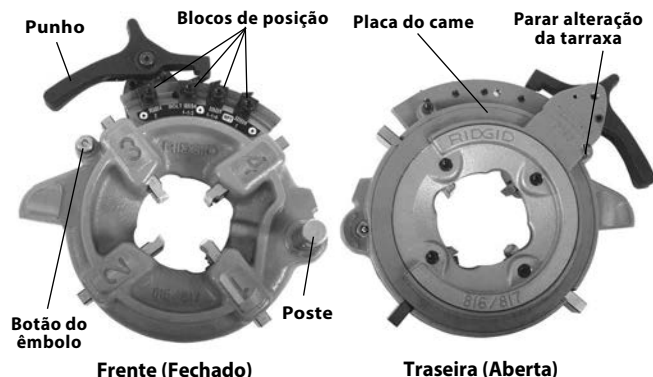

Figura 13 - Cabeça de tarraxa semi-automática
2. Pressione o punho de forma a que a placa de came assente contra o batente de alteração de tarraxa (Figura 13). O conjunto de placa de came/punho é carregado por mola e deslocar-se-á quando pressionado.